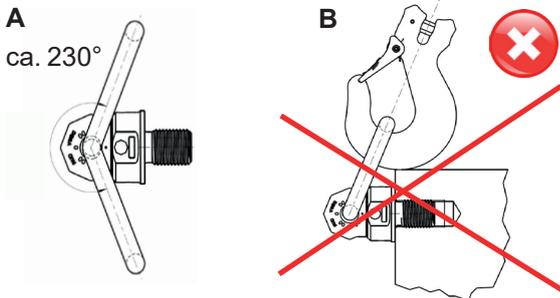

Abb. 1:
- Die auf dem Anschlagpunkt angegebene Tragfähigkeit darf nicht überschritten werden (ausgenommen senkrechte Belastung und optimierte Anwendung mit ausgerichtetem Glied - vgl. Abb. 1 und Tabelle 3).
- Das Einhängeglied von manuell ausgerichteten VWBG kann um ca. 230° geschwenkt werden (*Abb. 1 - A*).
Das Einhängeglied bzw. das eingehängte Anschlagmittel muss im VWBG frei beweglich sein und darf sich nicht an der Lastkante sowie am Grundkörper des VWBG abstützen (Abb. 1 - B).